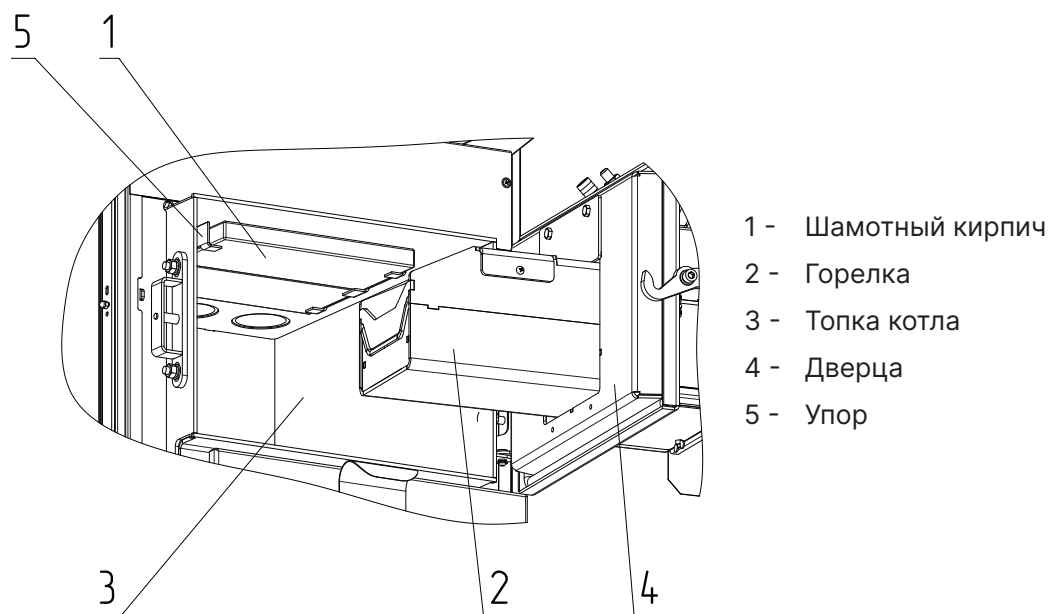

Рис.7 Установка шамотных кирпичей
1. Откройте дверцу (**Рис.7, поз.4**);
2. Установите шамотные кирпичи (**Рис.7, поз.1**) так, чтобы кирпичи лежали на упорах (**Рис.7, поз.5**).